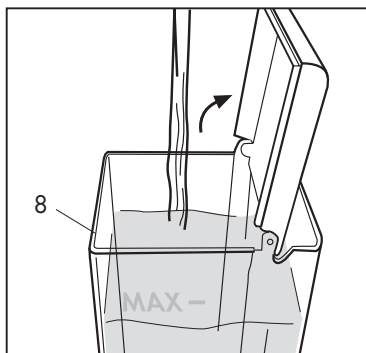

Fig. 2
- Llene el depósito hasta alcanzar el nivel máximo indicado (1,8 l). **(Fig.2)**